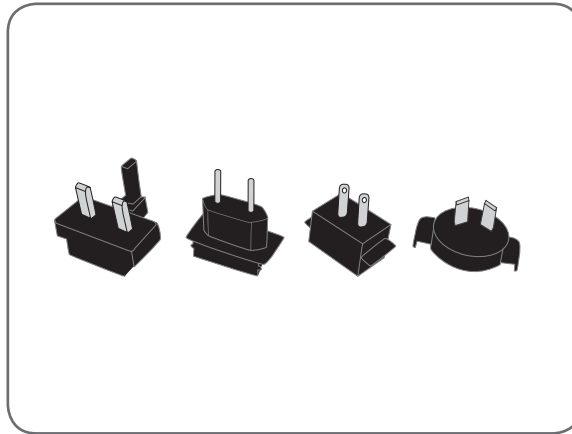

Figure 8-1 : Broches interchangeables du chargeur du système.
1. Sélectionnez la broche interchangeable qui correspond à votre installation électrique. Quatre broches sont fournies pour une utilisation aux États-Unis, au sein de l'Union Européenne, en Australie et au Royaume-Uni. Reportez-vous à la Figure 8-1.